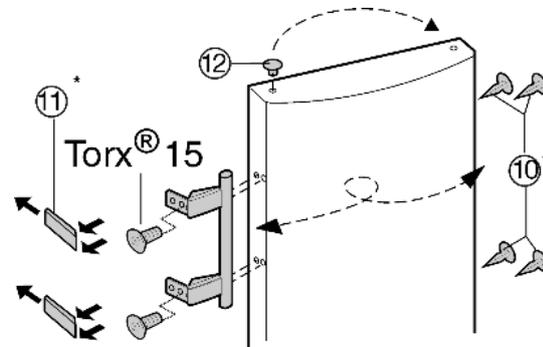

Fig. 6
- ▶ Stopfen Fig. 6 (12) aus der Tür Lagerbuchse herausheben und umsetzen.
- ▶ Türgriff, Stopfen Fig. 6 (10) und Druckplatten Fig. 6 (11) abmontieren und auf die Gegenseite umsetzen.